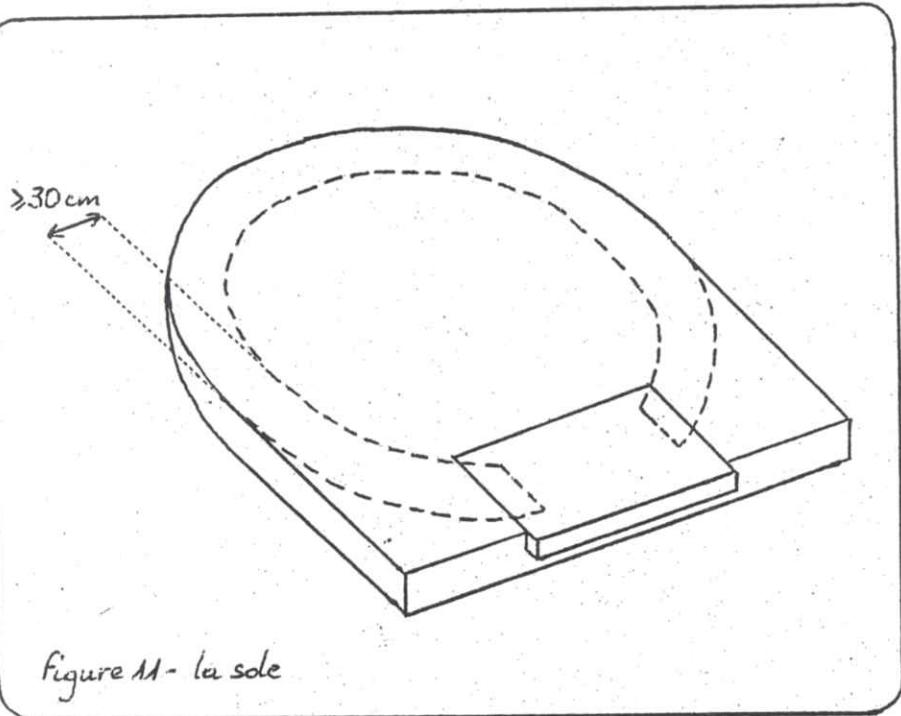

Figure 11 - la sole
- Modeler la sole, une surface plane de l'épaisseur désirée. Ses dimensions sont celles de l'intérieur du four + 30 cm minimum tout autour. La voûte viendra s'appuyer sur ce pourtour. Placer éventuellement à l'entrée du four une pierre plate qui résistera mieux que la terre au frottement des outils. (Figure 11)